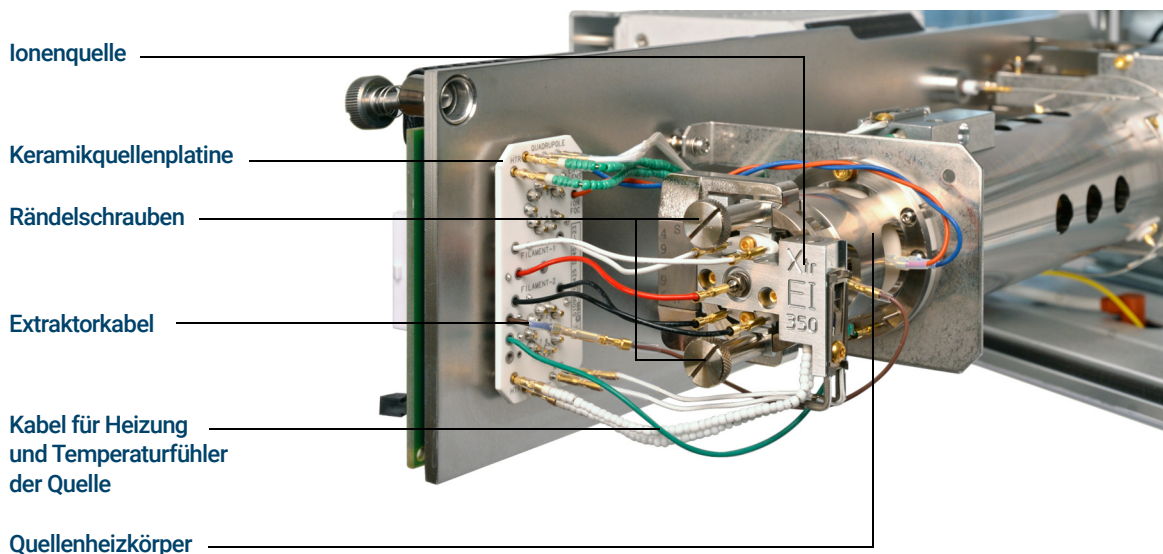

Abbildung 70. Installieren der EI-Quelle.
- 1 Schieben Sie die Ionenquelle in den Quellenradiator. (Siehe **Abbildung 70.**)
- 2 Setzen Sie die Rändelschrauben für die Quelle ein und ziehen Sie sie handfest an. Ziehen Sie die Rändelschrauben nicht zu fest an. (Siehe **Abbildung 70.**)